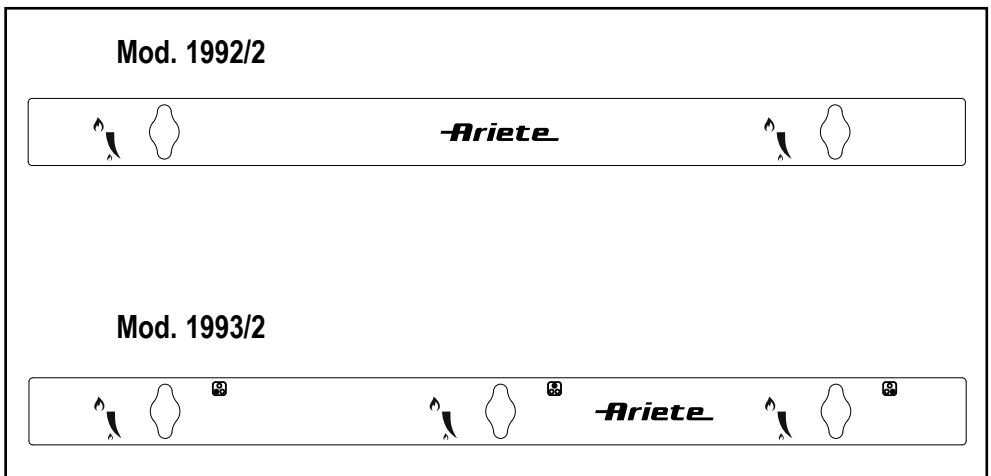

Fig. 3
- Ruotare la manopola del comando relativo in senso antiorario, come indicato nella fig. 3.